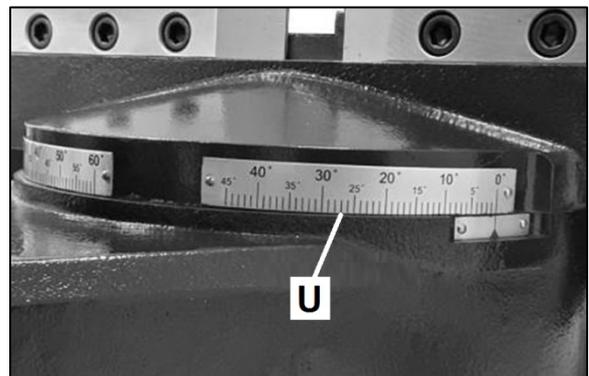

Figure 8-3 : Echelle à onglets
9. Tournez la scie à archet sur l'angle souhaité en suivant l'échelle (U, Fig 8-3).